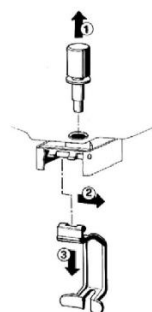

Rysunek 2
- Należy się upewnić, że przycisk przełącznika jest w pozycji wyłączonej. W przypadku modelu F-50 A, F-50AC, samoobsługowego (Self-Service) oraz chłodzącego (Freezer) należy sprawdzić również, czy przełącznik podajnika jest wyłączony. Podłączyć wtyczkę maszyny do prądu (RYS. 2)
- Zdjąć pokrywę pompy i wyjąć pusty zbiornik, podnosząc go z tyłu i wyjmując z uszczelki. (rys. 2)